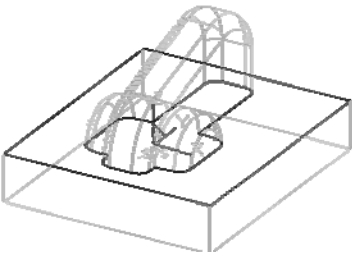

图 8-195 拾取的加工边界
8)完成加工参数设置后,单击“确定”按钮,系统在界面的左下方提示“拾取加工对象”,拾取所有实体作为加工对象,单击鼠标右键结束拾取。系统继续提示“拾取加工边界”,单击鼠标右键结束拾取,如图 8-195 所示。